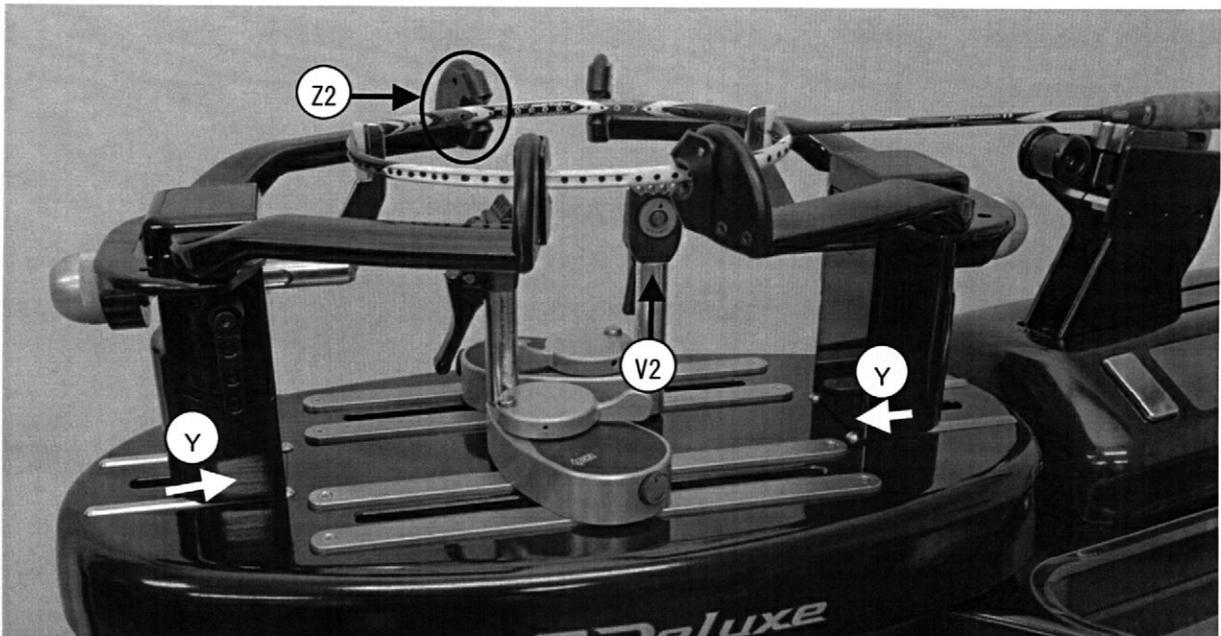

Abbildung 9
14. Zum Besaiten von Badmintonschlägern werden die Arme so weit innen wie möglich und zum Bespannen von Tennisschlägern so weit außen wie möglich gesichert. (siehe Abbildung 9)
15. Nachdem Sie die Arme (Y) auf beiden Seiten so weit wie möglich nach innen verschoben haben, ersetzen Sie die Klemmen durch Badmintonklemmen (V2) und decken Sie sie mit den Badmintonadaptern (Z2) ab. (siehe Abbildung 9)